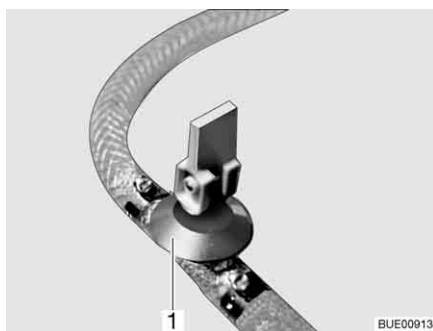
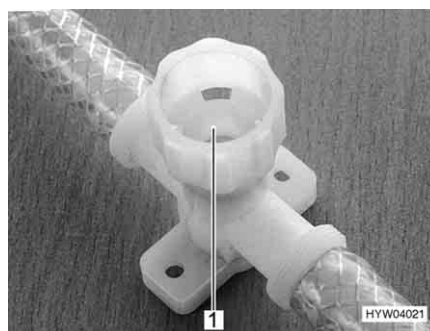

Fig. 241 Torneira de descarga (com alavanca basculante)
Fig. 242 Torneira de descarga (com tampa rotativa)
- Abra todas as torneiras de descarga. Para isso, coloque a alavanca basculante da torneira de descarga (Fig. 241,1) em posição vertical ou gire a tampa da torneira de descarga (Fig. 242,1) em sentido contrário aos ponteiros do relógio.